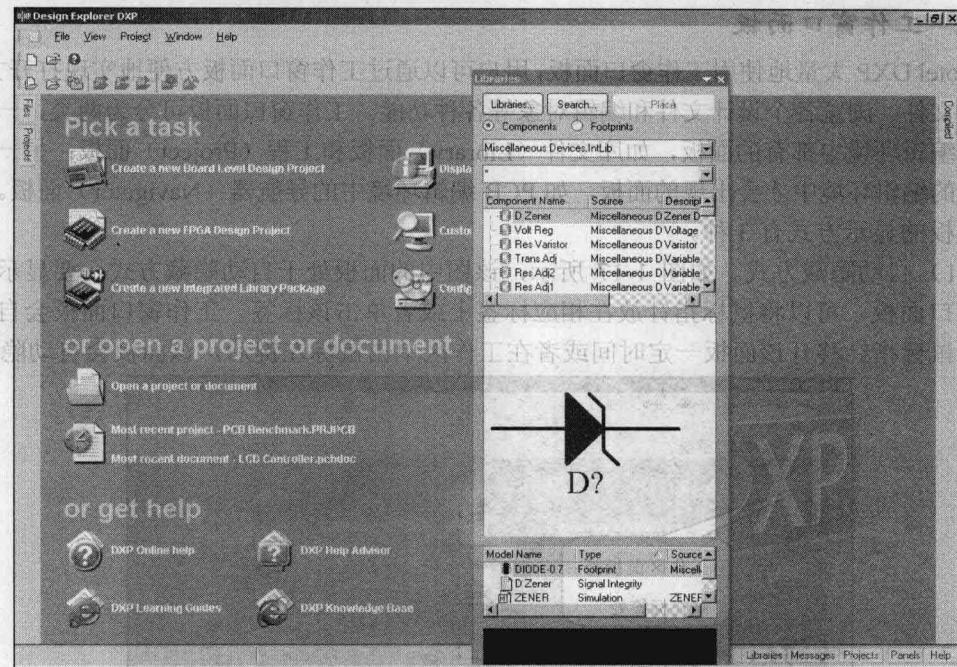

图1-19 浮动显示方式
(3) 浮动显示方式。如图 1-19 所示，其中的【Libraries】面板处于浮动显示状态。